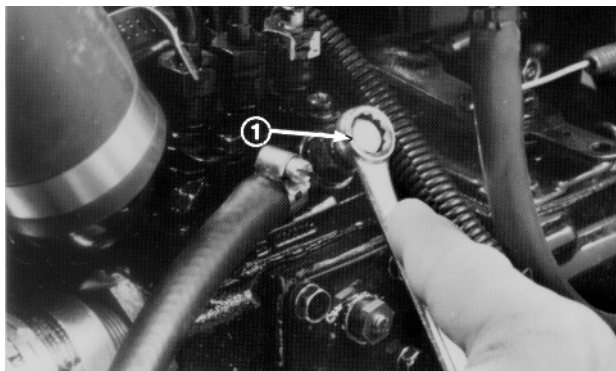

Fig. 13
4. Udluftningsskruen på brændstofindsprøjtningsskruen (Fig. 13) skal åbnes med en 10 mm nøgle.